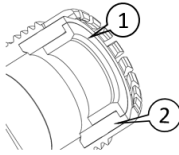

Fig. 9: Selecionar a vedação correta
- 1 Selecionar os acessórios de vedação corretos. O diâmetro exterior recomendado do cabo para a vedação (Fig. 9/Pos. 1) é de 20–24 mm.
O diâmetro exterior recomendado do cabo para a vedação (Fig. 9/Pos. 2) é de 24,5–30 mm.